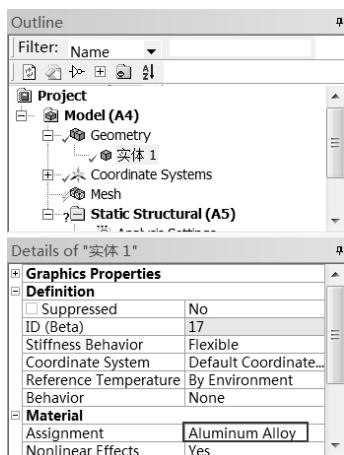

图 5-173 修改材料后的分析树
Step3：单击参数列表中的 Material 下 Assignment 黄色区域后的 ，此时会出现刚刚设置的材料 Aluminum Alloy，选择即可将其添加到模型中去。如图 5-173 所示，表示材料已经添加成功。